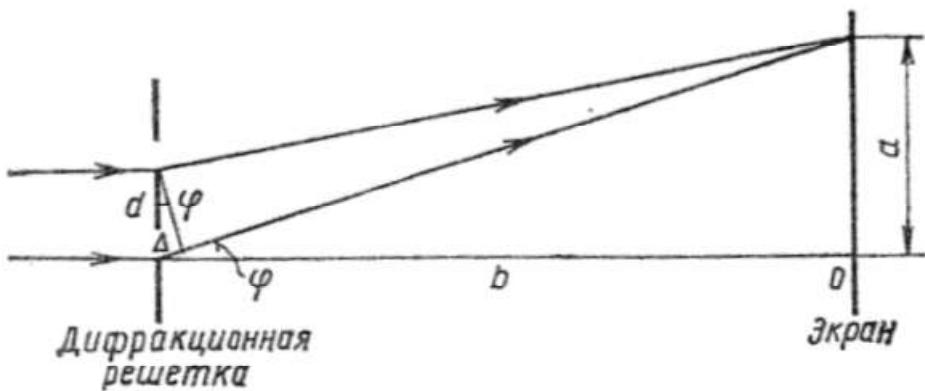

Рис.1
Условие возникновения максимума (1) можно записать иначе:  $n\lambda = d \sin \varphi$  (рис. 1), где  $d$  – период дифракционной решетки,  $n$  – порядок спектра, (номер максимума),  $\varphi$  – угол, под которым виден световой максимум (угол дифракции).
Так как углы дифракции, как правило, малы, то для них можно принять  $\sin \varphi = \tg \varphi$ , а  $\tg \varphi = a/b$  (рис.1), поэтому  $n\lambda = da/b$  (2)